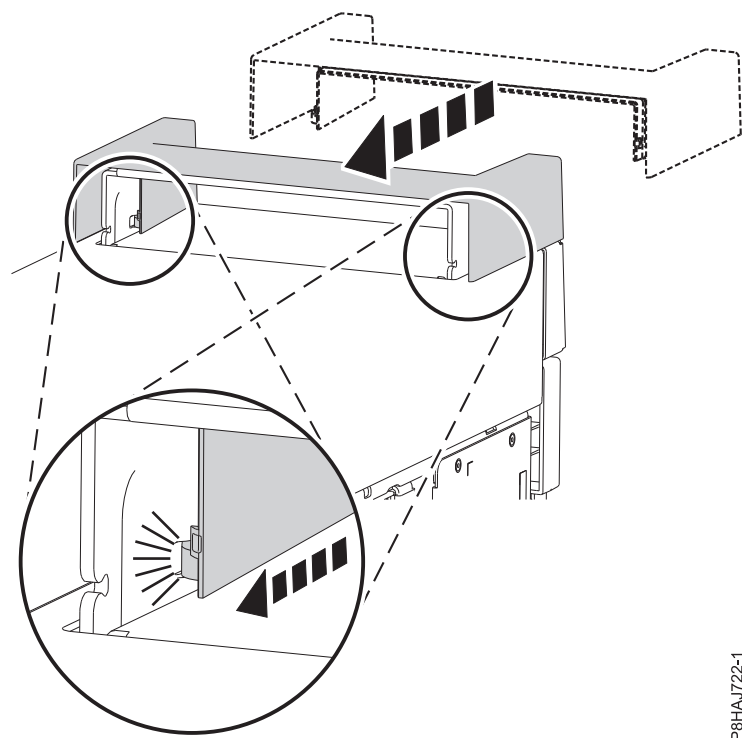

Figura 50. Fixar a tampa da pega num sistema autónomo 8286-41A
1. Fixe a tampa da pega à base de acoplamento RDX interna (FC EUA3) ao a arrastar para a parte posterior do sistema. Consulte Figura 50.